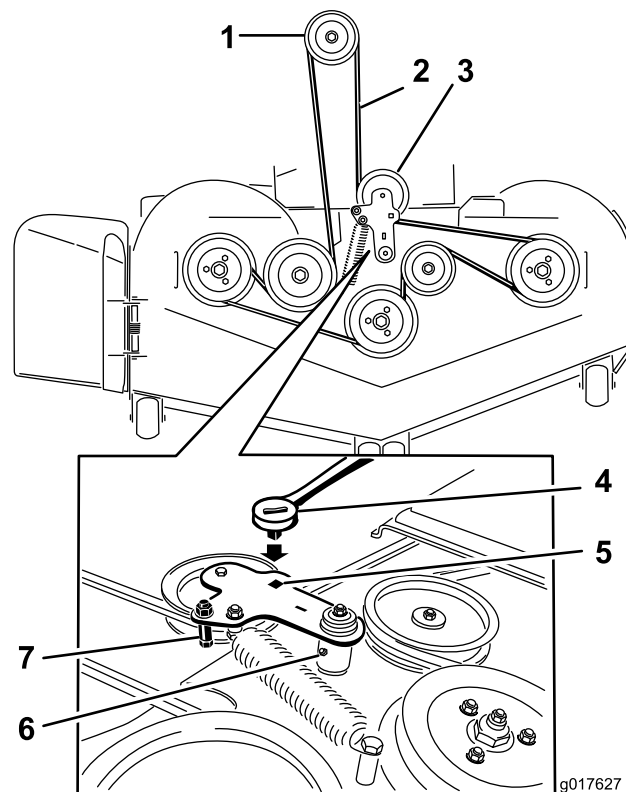

Figura 79
5. Levante la chapa de suelo e introduzca una llave dinamo-métrica en el taladro cuadrado del brazo tensor de la carcasa (Figura 79).
6. Gire cuidadosamente el brazo tensor de la carcasa en el sentido de las agujas del reloj y retire la correa del cortacésped (Figura 79).